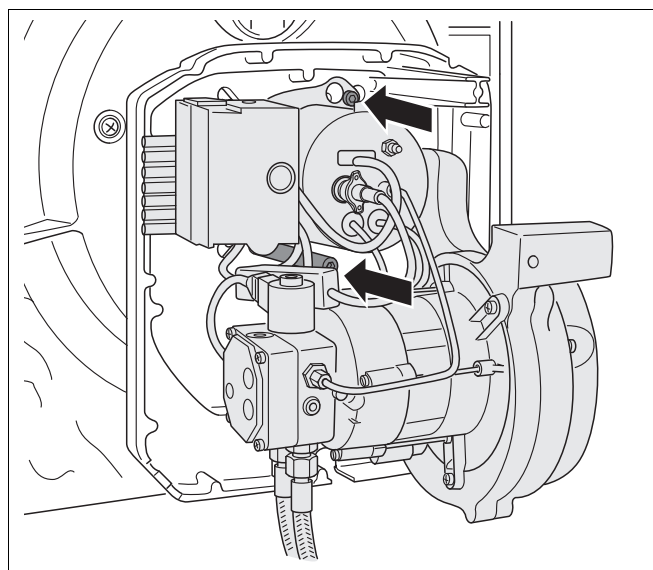

Abb. 23 Brenner an der Rückwand befestigen
- Brenner auf die beiden Schrauben in der Brennerückwand (Abb. 23) aufsetzen.